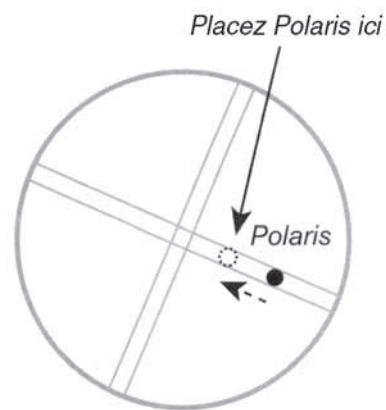

Figure 15. L'utilisation des vis de décalage de l'axe optique permet de déplacer Polaris à mi-chemin vers le centre de l'oculaire.
13. Procédez à des ajustements avec les vis de réglage de décalage de l'axe optique (les vis d'assemblage à six pans creux situées à chaque coin de l'embase, **figure 3**) selon les résultats de l'étape 11. Si Polaris se déplace vers le centre lorsque le télescope est poussé comme indiqué à la **figure 13**, desserrez les vis de réglage près de l'avant du tube et serrez les vis de réglage près de l'arrière du tube (**figure 14**). Si Polaris s'éloigne du centre lorsque le télescope est poussé comme à la figure **figure 13**, desserrez les vis de réglage près de l'arrière du tube et serrez les vis de réglage près de l'avant du tube (**figure 14**). Regardez dans l'oculaire. Réglez les vis d'ajustement juste assez pour placer Polaris À MOITIÉ de la distance du centre de l'oculaire du réticule illuminé (**figure 15**).